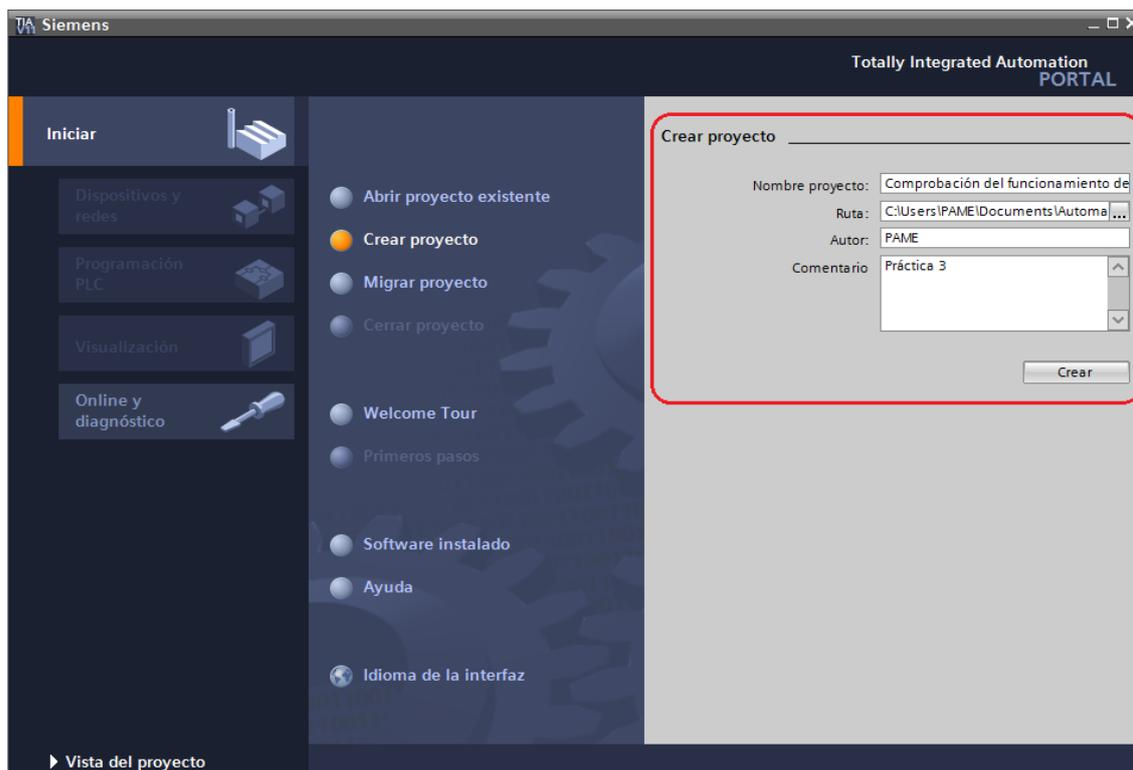

Figura 3. Campos de identificación de proyecto.
**5.6.** En la ventana inicial seleccionar la opción "Crear proyecto", en donde se visualizará los campos para identificar el nuevo proyecto (Figura 3). Por ejemplo: quien es el autor, comentario, dirección donde quiere que se guarde el proyecto, etc. A continuación dar clic en "Crear".